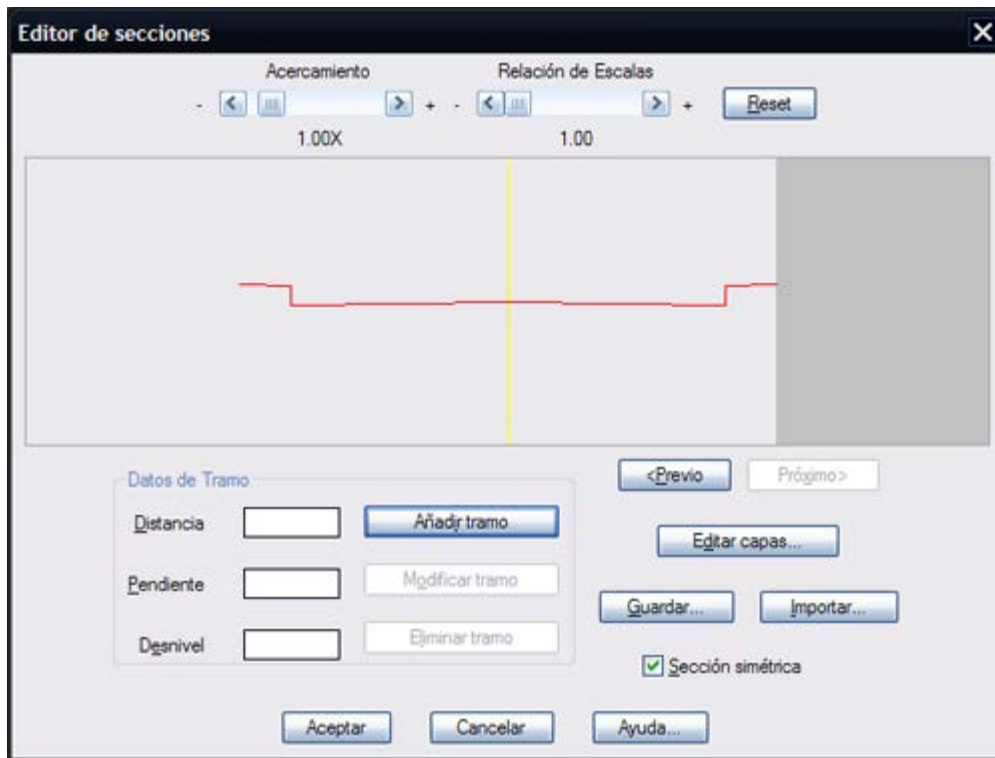

Fig. 4: Caja de diálogo para definir secciones.
6. Seleccione el botón rotulado **Definir** con lo que aparecerá una caja de diálogo (Fig. 4) para especificar los datos de la sección transversal. Indique las siguientes distancias, pendientes y desniveles por cada tramo (deberá seleccionar el botón **Añadir tramo** para que se dibuje cada tramo)